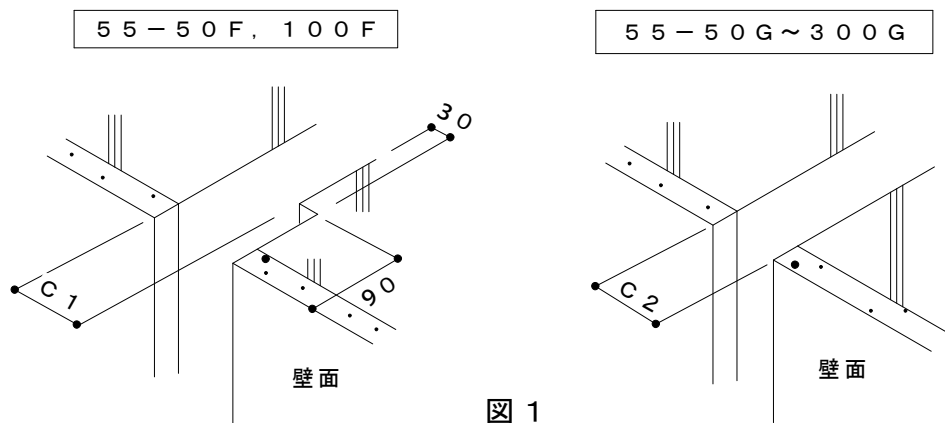

図 1
- 壁面と壁面のクリアランスは、図 1、表 1 のように仕上げてください。それぞれの規定値よりも狭い場合には変形性能が確保できなくなる場合があります。